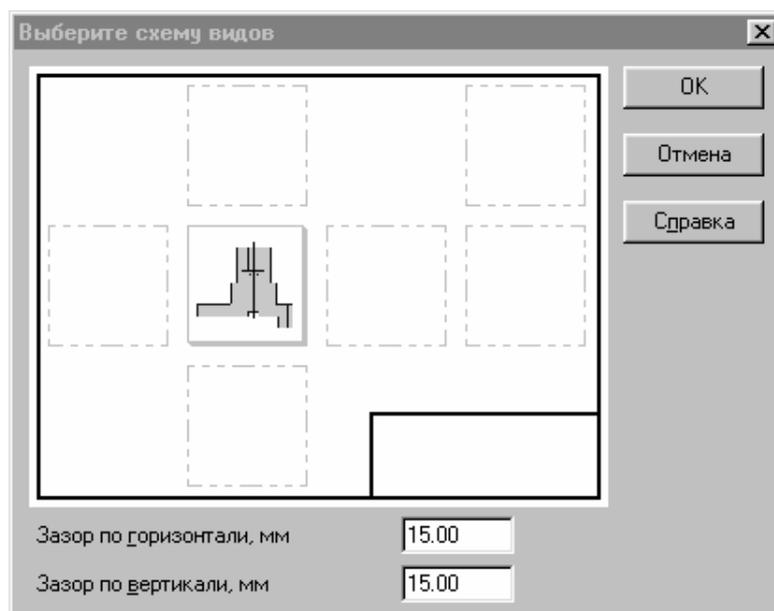

Рис. 42. Выбор схемы видов
- 3.7. Выберите в контекстном меню пункт «Схема видов...» и в окне выключите все виды кроме вида спереди (рис. 42).